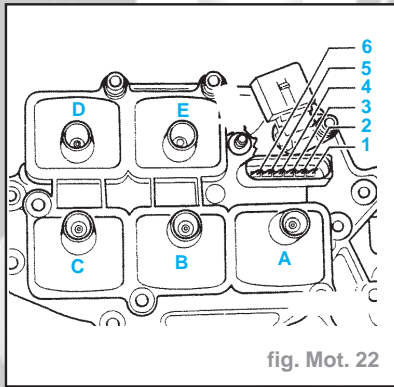

fig. Mot. 22
- A l'aide du multimètre, mesurer la résistance primaire entre le raccord (flèche) et le contact 2 de la fiche (fig. Mot. 22).
- Repère sur les bobines (fig. Mot. 22) :